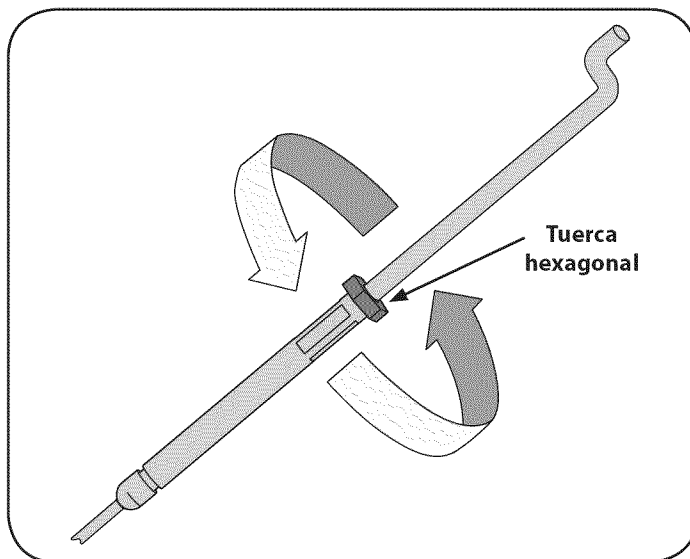

Figura 9
2. Ajuste el cable aflojando la tuerca hexagonal. Vea la Figura 9.